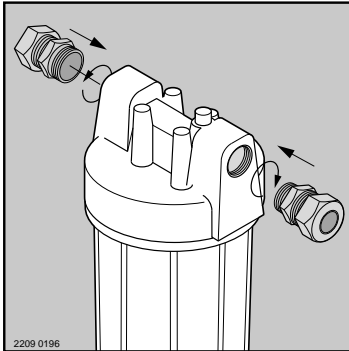

Figura 1
Paso 1. Después de decidir en qué parte de la línea de agua instalará el filtro, determine si, cuando cambie el cartucho, las válvulas de compuerta existentes evitarán que el agua entre al filtro. Es importante que haya una válvula de compuerta en ambos lados de la cubierta del filtro. En caso que instale la cubierta del filtro cerca de la válvula de compuerta principal, sólo tendrá que instalar una válvula de compuerta adicional justo después del filtro para evitar que el agua del sistema de suministro de agua se regrese al interior del filtro cuando cambie el cartucho. Use cinta de teflón para enroscar las conexiones compresoras de bronce o las válvulas de bola en la cabeza del filtro (Figura 1). No use compuesto para uniones. Apriete con una llave, pero no apriete en exceso. Si la línea de agua es de 1/2 pulgada use las férulas de goma; si es de 3/4 de pulgada, use las férulas de bronce.